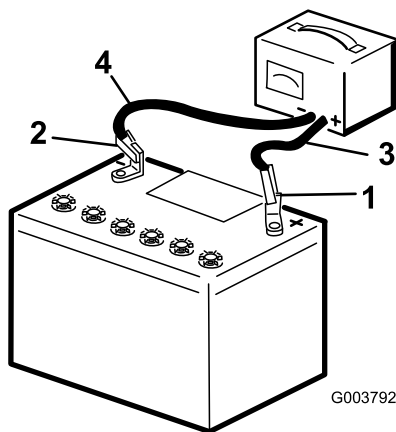

図 50
- 3-4 A で 4-8 時間、バッテリーを充電する 図 50。充電しすぎないように注意すること。
3. 充電が終わったら、チャージャのプラグをコンセントから抜いてから、チャージャのリード線をバッテリー端子から外す 図 50。